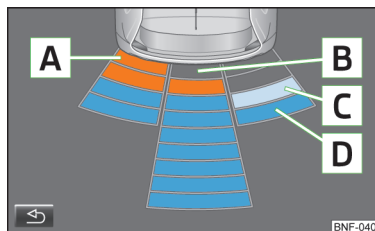

Bild 85
Bildskärmsvisning » bild 85
- A** Hinder i kollisionområdet visas genom ett orange segment » bild 85. **Kör inte vidare!**
- Genom att trycka på symbolknappen  på bildskärmen till multifunktionsenheten » bild 85.